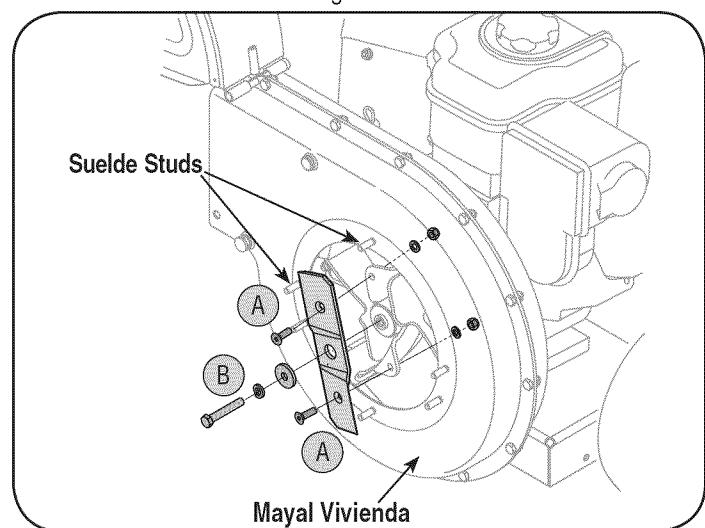

Figura 15
- B. Saque el perno hexagonal, la arandela de seguridad y la arandela plana para liberar totalmente la cuchilla de la trituradora. Vea la Figura 15.